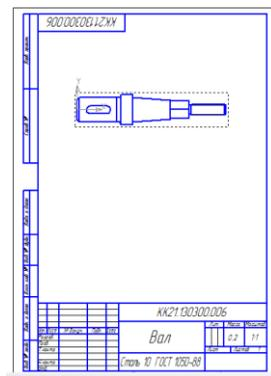

Рис. 31
18. Автоматически появится лист формата А4. Щелчком мыши фиксируем изображение выше середины листа (см. рис. 31).